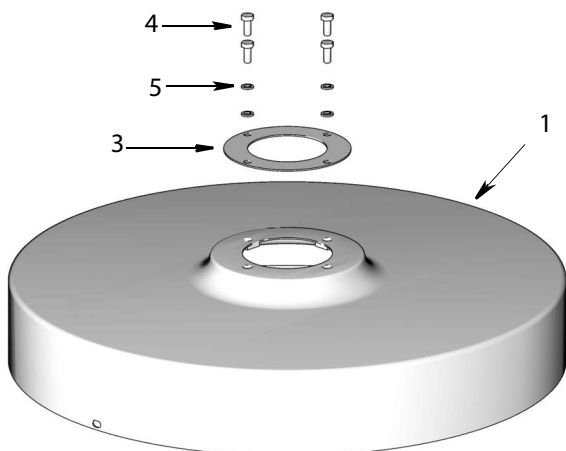

Рис. 3
2. Снимите винты (4) и шайбы (5) с крышки резервуара (1) (Рис. 3). Сохраните эти детали. Они будут использоваться при установке насоса на крышку резервуара при сборке.
3. Установите крышку (1) на резервуар (а). Для моделей на 120 фунтов: надежно затяните винты-барашки (6) (Рис. 3).
5. Убедитесь, что прокладка (3) установлена сверху крышки резервуара и прилегает к поверхности (Рис. 3, стр. 3). Вставьте нижнюю трубу насоса через отверстие в прокладке (3) и крышке (1) в резервуар.